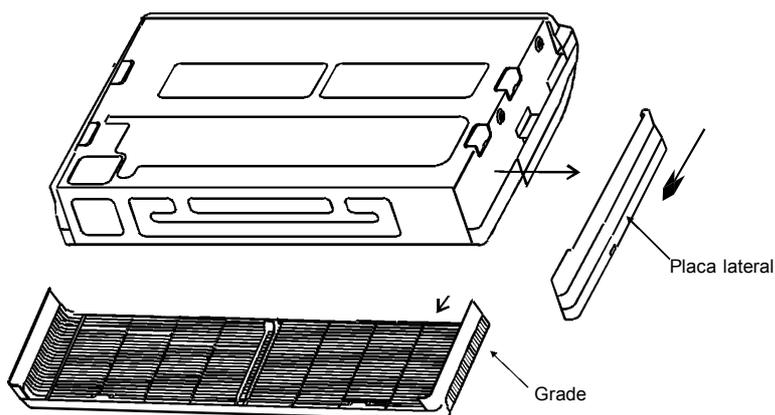

Figura 8
1. Retire a placa lateral e a grade. (Consulte o Figura 8)